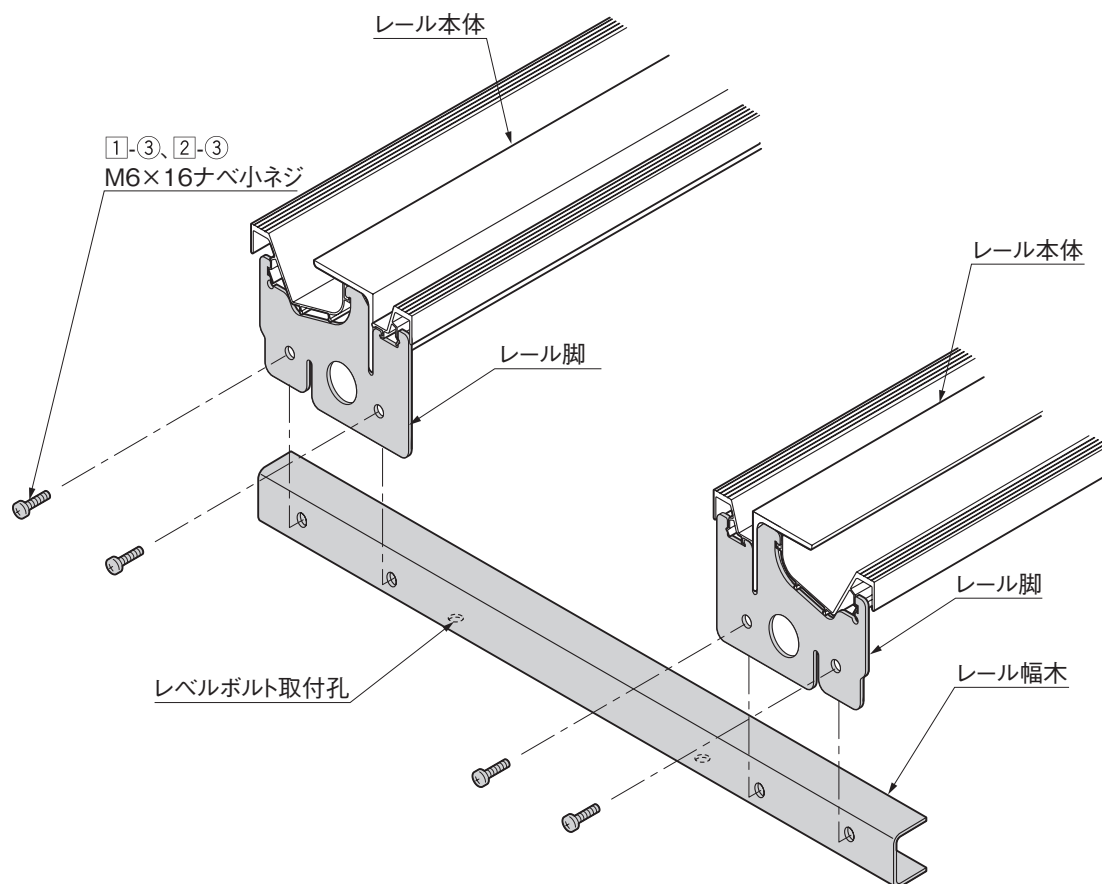

図3-1
- ❶ レール本体のレール脚部分に①-③ (②-③) でレール幅木を取付けてください。レール幅木はレベルボルト取付孔が下向きになるように取付けます。(図3-1参照)